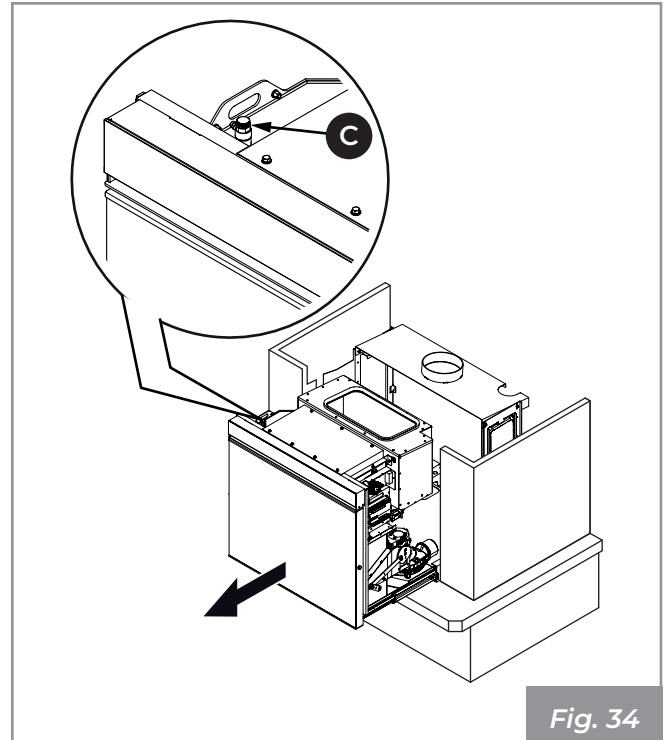

Fig. 34
- 4) Estrarre l'apparecchio fino ad arrivare ai finecorsa delle guide, allentare il tappo della valvola di sfiato (C), nel caso in cui si debba eliminare l'aria presente in caldaia durante la fase di carico dell'impianto. (Fig. 34).
- 5) Collegare un tubo dell'acqua proveniente dall'acquedotto al raccordo di carico (D), aprire la valvola di sfiato (C) (Fig. 34), aprire il rubinetto di carico (E), facendo così fluire l'acqua fino al completo riempimento dell'apparecchio (Fig. 35). Chiudere la valvola di sfiato e attendere il raggiungimento della pressione minima d'esercizio (1 bar), verificabile dal manometro (G) (Fig. 37).
- Aprire la valvola di sfiato (C) (Fig. 34), aprire il rubinetto di bypass presente nella valvola anticondensa (F), facendo così fluire l'acqua dall'impianto fino al completo riempimento della caldaia (Fig. 35). Chiudere la valvola di sfiato e attendere il raggiungimento della pressione minima d'esercizio (1 bar), verificabile dal manometro (G) (Fig. 37).